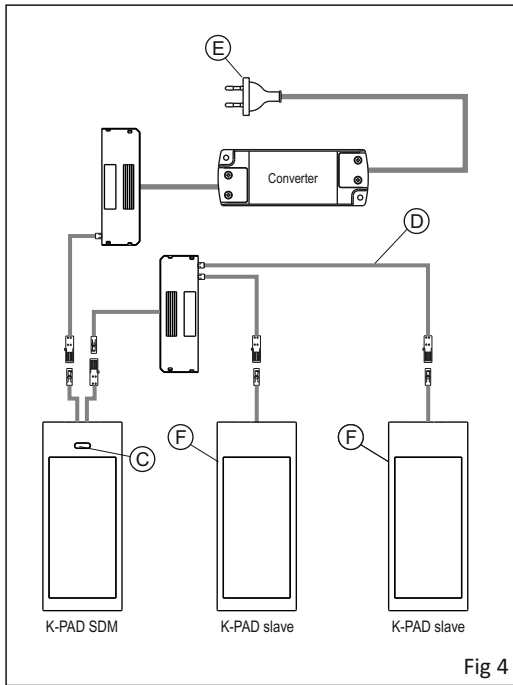
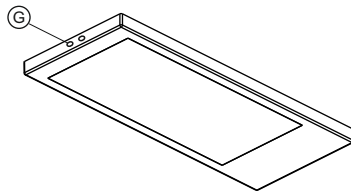

Fig 4
Fig 6
- **SDM:** (fig.4) (TOUCH SENSOR master)
- **IR:** (fig.6) (IR SENSOR)
- Connect the feeder plug (E) to an AC outlet 230V 50/60Hz. **K-PAD IR** must be installed at a pre-set distance as indicated in the table (T1)
- To increase the **K-PAD IR** distance of intervention, it is possible to apply on the door in correspondence of the sensors, the reflective sticker (I) provided in the package.
The output cable of **K-PAD SDM** can handle a load of max. 60W @ 24VDC included the absorption of the device figure 4.
The **K-PAD SLAVE** (F) is a switch-free spotlight, then it must be turned on via a remote switch that can be placed on the **K-PAD SDM** (wired in the MASTER version) as shown in figure 4 or it can be assigned to a separate switch connected to the primary of the converter as shown in figure 3, or to a remote socket where to connect the converter.
- **SDM:** (Abb.4) (TOUCH SENSOR Master)
- **IR:** (Abb.6) (IR SENSOR)
- den Stecker (E) des Konverters an einer Wechselstrom-Steckdose anschließen 230V 50/60Hz.
- **K-PAD IR** (Abb.6) muss und auf einen festgelegten Abstand gemäß Tabelle (T1) montiert werden.
- Für die Montage von **K-PAD IR** (Abb.6) auf Fächern mit Türen, die weiß leuchtend, glänzend, spiegelnd oder polierte Oberflächen haben, können die Werte in der Tabelle (T1) variieren. Es wird daher empfohlen, vor der endgültigen Montage zu kontrollieren, ob das Produkt funktioniert.
- um die **K-PAD IR**-Distanz der Montagesituation zu verbessern, ist es möglich, auf der Innenseite gegenüber der Sensoren, den reflektierenden Aufkleber (I), siehe Verpackung, zu verwenden.
Ein- und Ausschalten erfolgt durch einfache Annäherung an den sensiblen IR-Schalter (C), mit ruhiger Hand, durch bleibende Hand vor dem Sensor kann die Intensität des Lichts verändert werden. Ein kurzes Blinken der Leuchte zeigt die Erreichung der maximalen Helligkeit an. Das erreichte Helligkeitsniveau wird bis zur nächsten Einstellung gespeichert. Der Ausgang (output cable) des **K-PAD SDM** kann eine maximale Last von 60W@24Vdc einschließlich der Stromaufnahme steuern (abb.4).
**K-PAD (F)** ist eine Leuchte ohne Schalter, daher muss das Einschalten über einen Extraschalter erfolgen, der sich am **K-PAD SDM** (mit Verkabelung der Ausführung MASTER) wie in Abbildung 4 gezeigt befinden kann, oder über einen eigenen Schalter, der an die Primärspannung des Konverters angeschlossen wird, wie in Abbildung 3 gezeigt, oder über eine gesteuerte Steckdose, an die der Konverter angeschlossen wird.
- **TLDM:** (fig.4) (touch-led dimmer master)
- **IR** (fig.6) (IR sensor)
- Raccorder la fiche (E) du câble d'alimentation du transformateur à une prise de courant alternatif 230V 50/60Hz.
- Pour augmenter la distance d'intervention del **K-PAD IR**, il est possible d'appliquer sur la porte en correspondance des capteurs, le sticker réfléchissants (I) fournis dans le paquet.